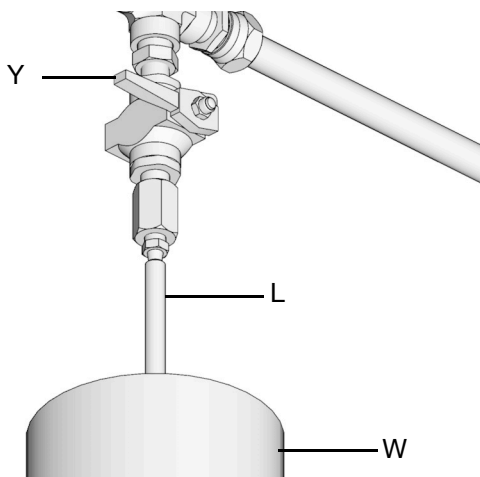

ABB. 30
- a. Zur Druckentlastung zwischen Befüllpumpe (F) und automatischem Befüllstopp (B), das Druckentlastungsventil des Versorgungsschlauchs (Y) öffnen (ABB. 30). Der Druck wird entlastet und überschüssiges Material läuft aus dem Ablassrohr (L) in den Materialüberlaufbehälter (W) ab.